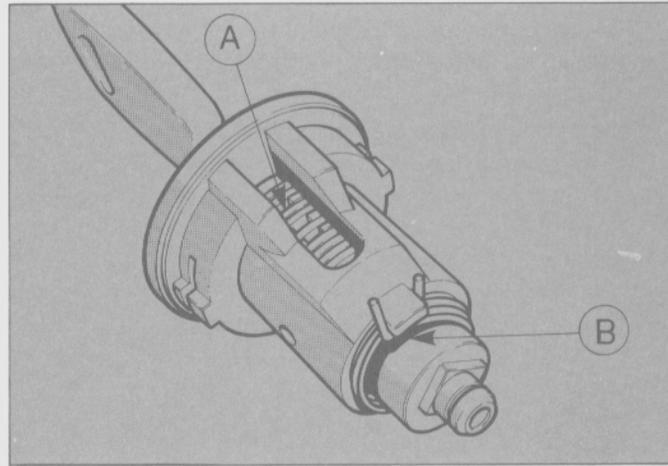

Fig. 343 - Instalación del muelle de retorno del cilindro.
Nota: El cilindro debe estar alineado en su alojamiento (Fig. 343) para permitir que la llave pueda quitarse una vez instalada la cerradura.
- Montar el muelle de retorno del cilindro comprobando que las orejas elásticas estén correctamente colocadas como se muestra en "B" de la fig. 343.